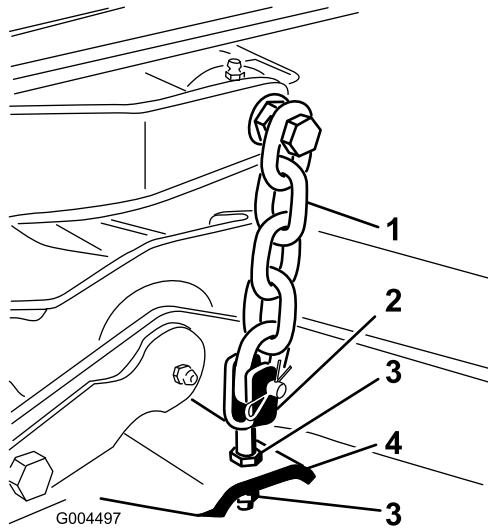

Bild 79
- Stellen Sie die Klemmmuttern ein, mit denen die hinteren Mähwerksgabeln bzw. -messer befestigt sind, um das Mähwerk hinten anzuheben, sodass die Messerneigung auf 8 mm eingestellt ist (Bild 79).